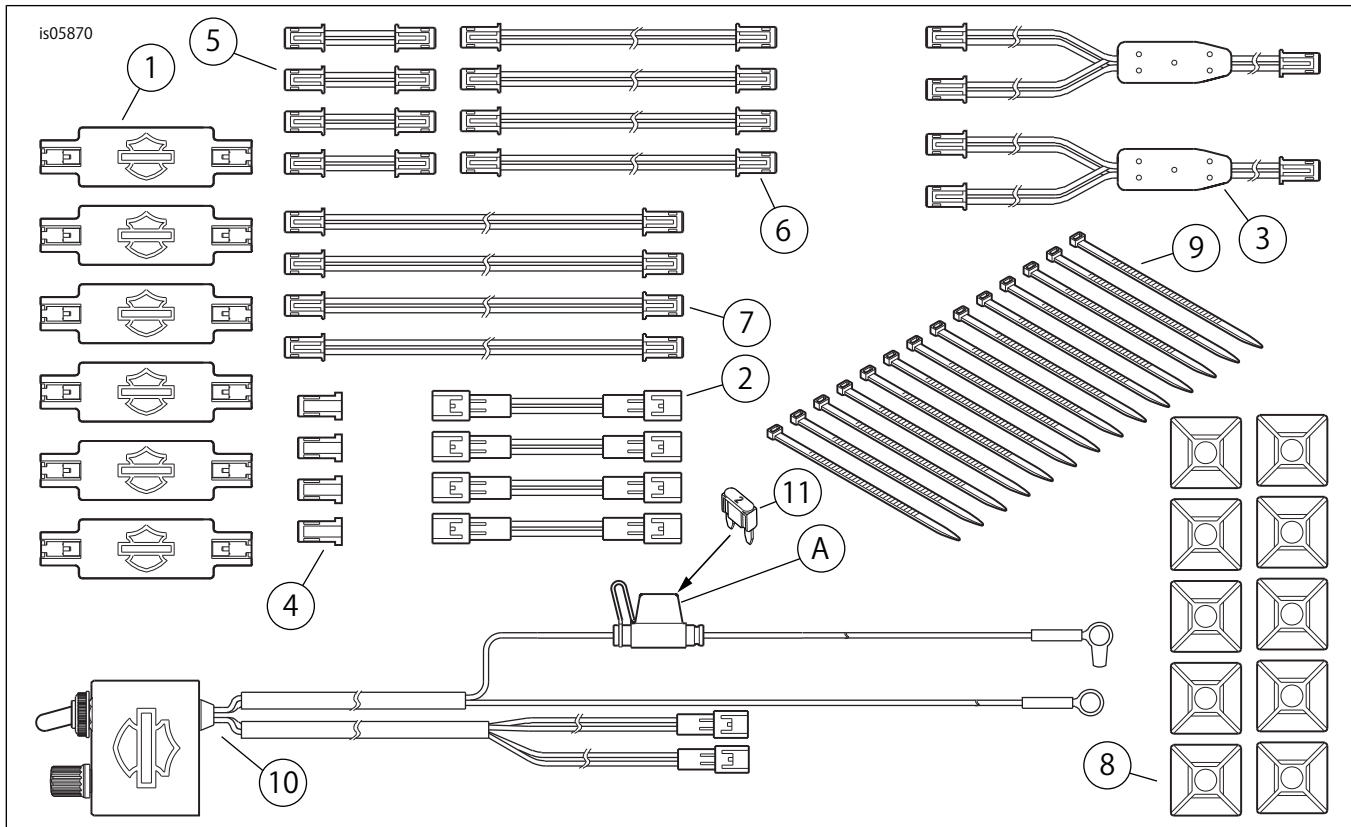
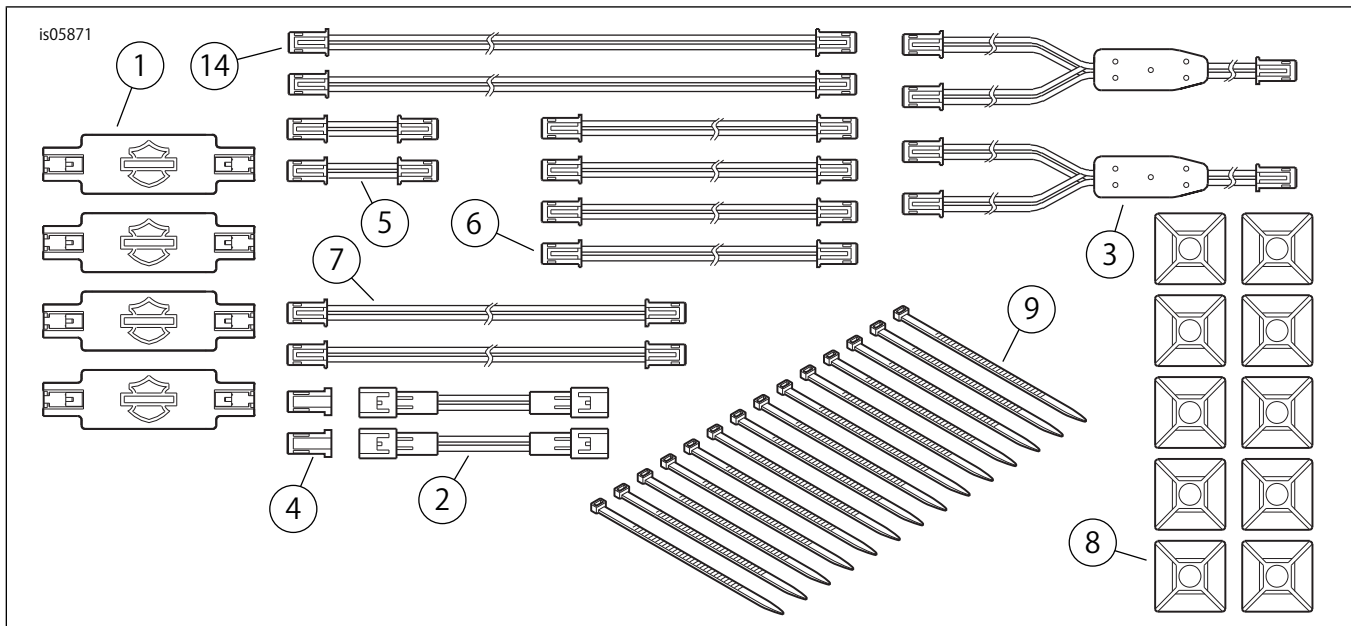

図2。交換用パーツ、エレクトラ-グロウライトポッドキット
図3。交換用パーツ、エレクトラ-グロウライトポッド増設キット
「図2」、「図3」、「表3」を参照してください。
1. 図2を参照してください。赤色(+)と黒色(-)リード線がバッテリーの端子に届き、ライダーがコントロールにアクセスできるように(停車時)平らな面にコントローラーボックス(10)を配置します(必要に応じてインラインヒューズホルダー(A))。